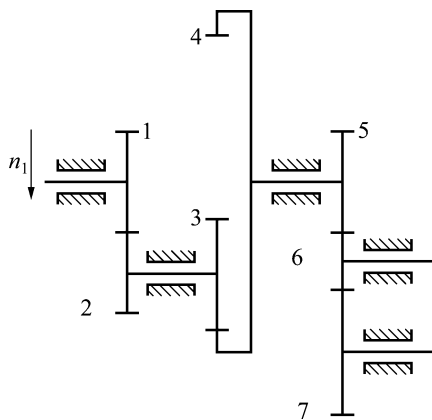

图 30
17. 如图 30 所示, 已知各轮齿数分别为 $z_1 = 24$, $z_2 = 28$, $z_3 = 20$, $z_4 = 60$, $z_5 = 20$, $z_6 = 20$, $z_7 = 28$, 求传动比 i_{17} 。